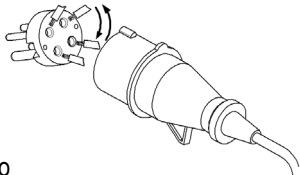

FIG. n.5
Controlar el sentido de rotación de los útiles presionando el pulsante de marcha “I” (ON) y inmediatamente el pulsante de parada “0” OFF. El sentido de rotación de los útiles debe ser antihorario mirando la maquina del lado desde el frente (Fig. n°6). En el caso que el sentido de rotación no sea exacto, invertir (Fig. n 5) de posición en el enchufe, dos de los tres hilos de fase (negro, gris o marrón).